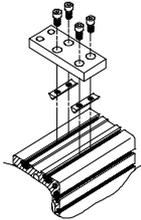

Fig. 3
2. Расположите DGP(L) так, чтобы обеспечить доступ ко всем элементам управления.
3. Расположите центральную опору на DGP(L) согласно Fig. 3.